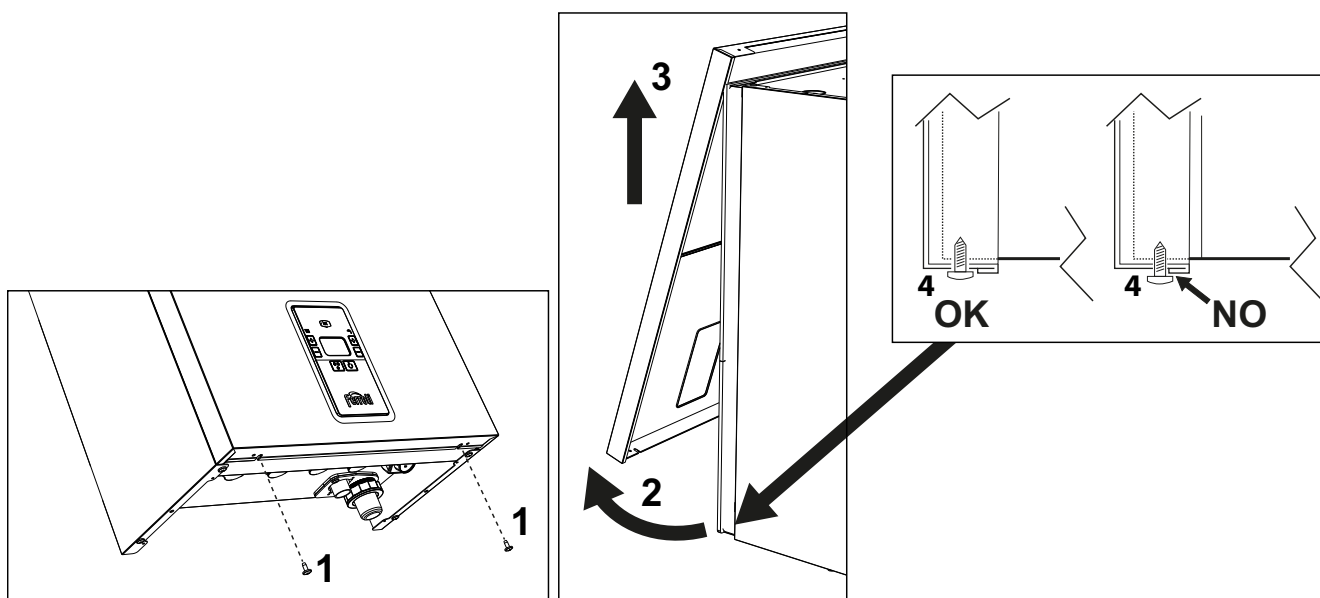

Abb. 45- Öffnen der Frontverkleidung
1. Die Schrauben „1“ lösen (siehe abb. 45).
Die Frontverkleidung in entgegengesetzter Reihenfolge zum Ausbau einbauen. Sie muss einwandfrei in den oberen Befestigungsvorrichtungen einrasten und an den Seitenwänden vollständig anliegen. Der Schraubenkopf "4" darf sich nach dem Anziehen nicht unterhalb des unteren Anschlagfalzes befinden (siehe abb. 45).